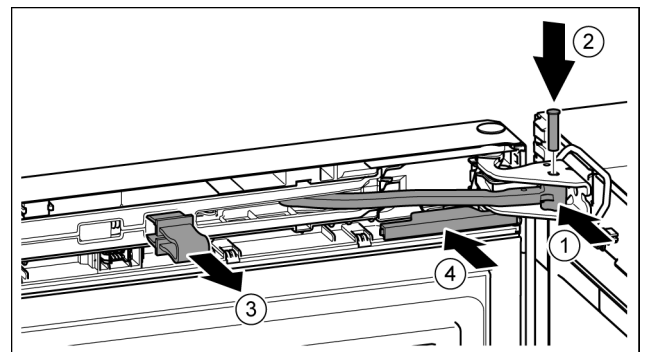

Fig. 49
- Gelenk in Lagerbock drehen. Fig. 49 (1)
- Bolzen in Lagerbock und Gelenk einsetzen. Dabei darauf achten, dass der Rastnocken korrekt in der Nut sitzt. Fig. 49 (2)
- Sicherung abnehmen. Fig. 49 (3)
- Abdeckung aufschieben. Fig. 49 (4)